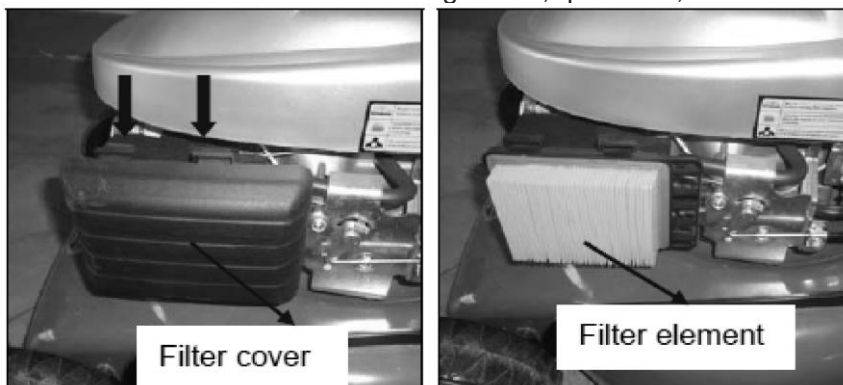

Fig.13A Fig.13B
1. Pressionar para baixo na direção das duas abas na parte superior da cobertura do filtro. (Fig. 13A)